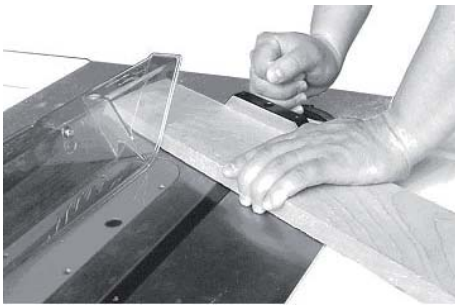

Рис. 35
- Поперечний розпил, що виконується під кутом до пругу заготовки, називається спилування під кутом 45° (рис. 35).